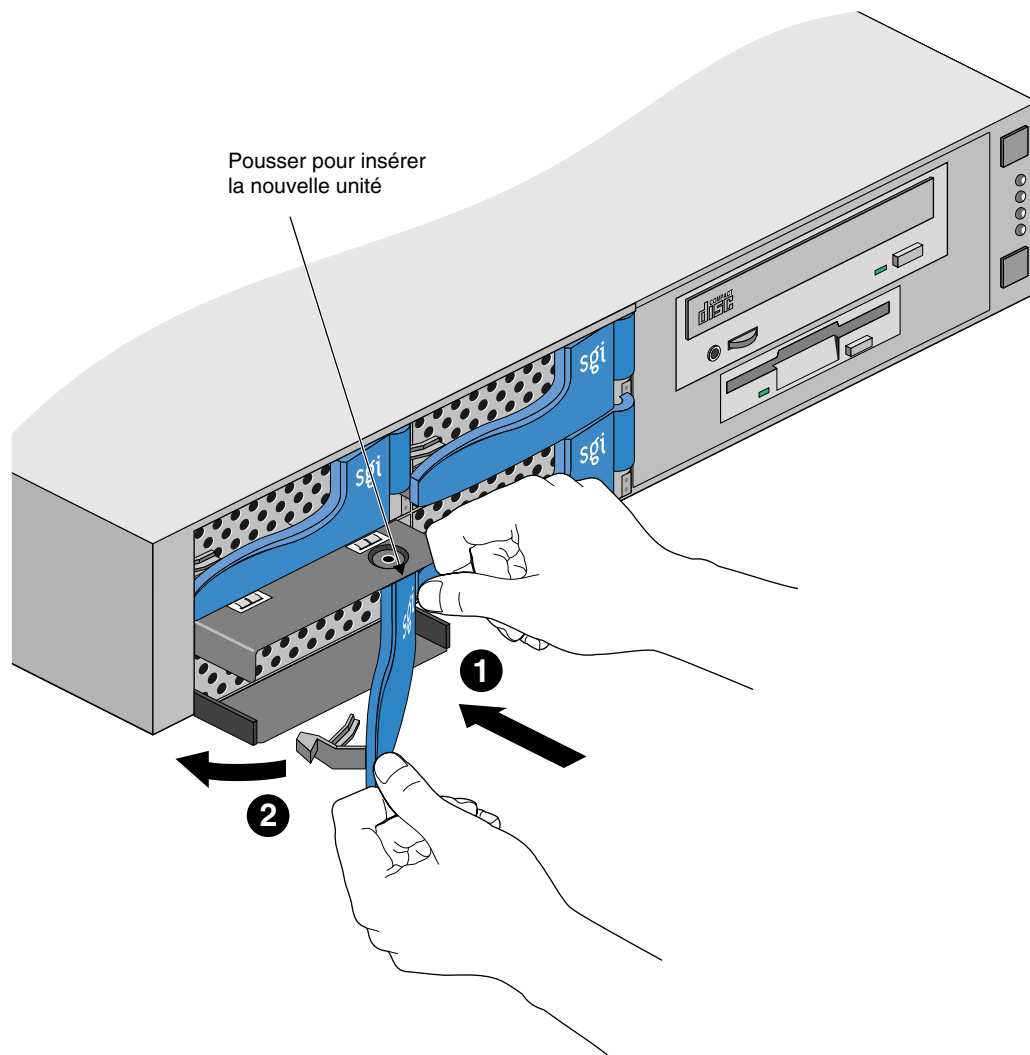

Figure 4-5 Remplacement d'une unité de disque dur
4. Faites glisser une nouvelle unité dans la baie en utilisant la poignée, en deux étapes, comme montré dans la Figure 4-5.